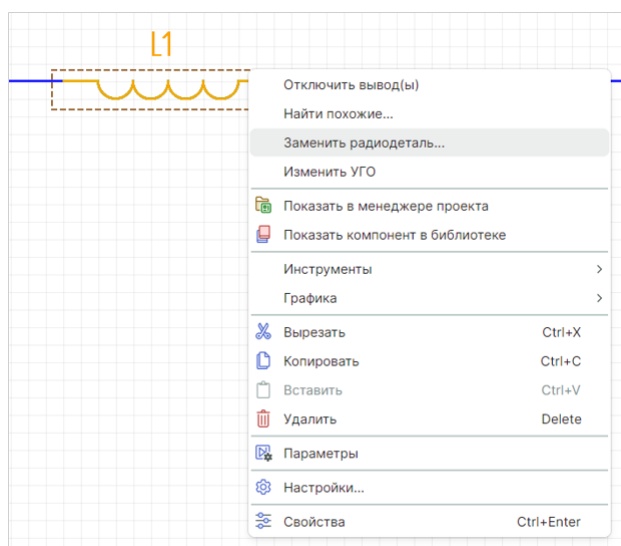

Рис. 97 Инструмент «Заменить радиодеталь/компонент»
1. Вызовите контекстное меню для размещенного компонента и выберите «Заменить радиодеталь», см. Рис. 97.